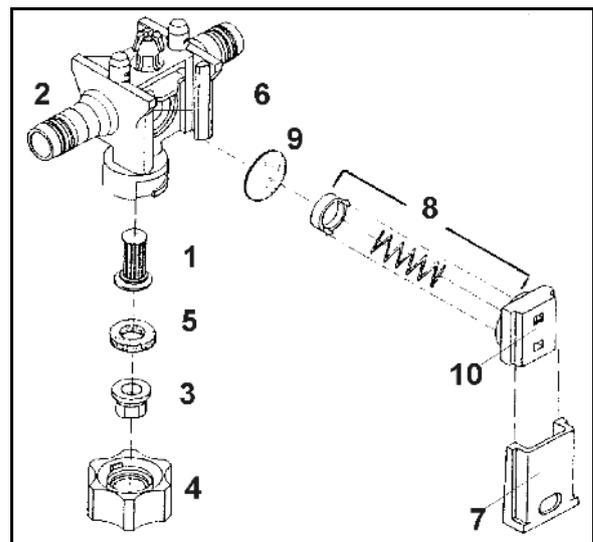

Fig. 204
2. Rimuovere le viti (Fig. 204/1).
3. Togliere il coperchio delle valvole (Fig. 204/2).
4. Estrarre i gruppi valvole (Fig. 204/3).
5. Togliere anello di tenuta (Fig. 204/4) e o-ring (Fig. 204/5) delle valvole.